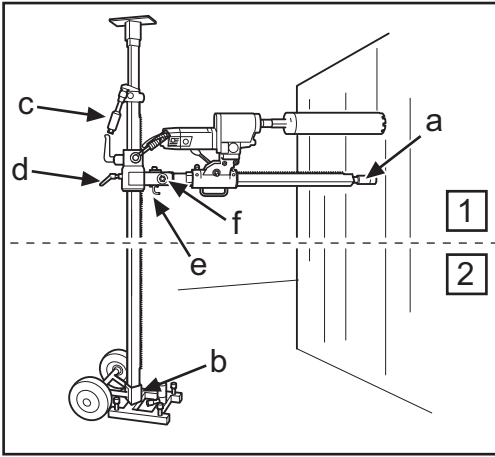

Fig.3
7. Vinkla tillbaka och fäll upp borrpelaren, säkra med L-handtaget (e) (Fig. 3) och muttern (f) (Fig. 3). Vid gradborring lossas L-handtaget och borrpelaren ställs in i önskad vinkel genom att mutter (d) (Fig.6) dras åt med en 30 mm nyckel.
- 8. Kontrollera borkronans läge. Skruva in stämpskruven mot väggen för att fixera borrpelaren. Säkra med låsmutter 30 mm (a) (Fig. 3), använd en träregel som mellanlägg.
7. Boresøjlen vinkles tilbage, fældes op og sikres med L-grebet (e) (Fig. 3) og møtrikken (f) (Fig. 3). Ved gradboring løsnes L-grebet, og boresøjlen stilles i den ønskede vinkel, ved at møtrikken (d) (Fig. 6) spændes med 30-mm-nøglen.
- 8. Kontrollér borekronens placering. Skru stempelskruen ind mod væggen for at fiksere boresøjlen. Det sikres med en 30-mm-låsemøtrik (a) (Fig. 3); brug et stykke træ som mellemlæg.
7. Vinkle tilbake og fell opp borsøylen, sikre med L-håndtaket (e) (Fig. 3) og mutter (f) (Fig. 3). Ved gradboring løsnes L-håndtaket og borsøylen stilles inn i ønsket vinkel ved at mutter (d) (Fig. 6) trekkes til med 30 mm nøkkel.
- 8. Kontroller borkronens stilling. Skru inn søyleskruen mot veggen for å fiksere borsøylen. Sikre med låsemutter 30 mm (a) (Fig. 3), bruk en treplanke som mellomlegg.